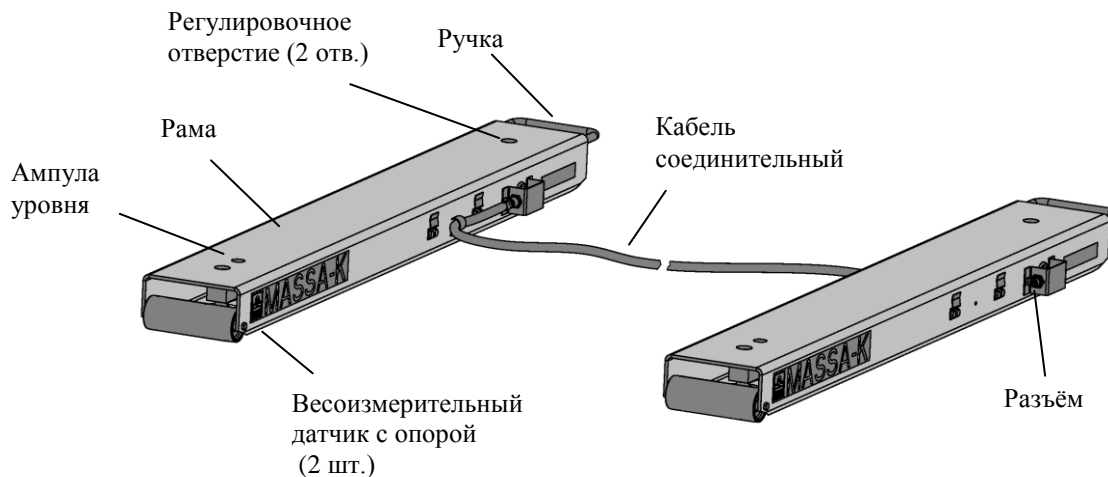

Рис. 7.1 - Модуль взвешивающий 4D-B_
7.1.1 Модуль состоит из двух однотипных рам с весоизмерительными датчиками (Рис. 7.1).
7.2.1 Распакуйте модуль. Выньте заглушки из регулировочных отверстий (Рис. 7.1).
7.2.7 Подключите к рамам соединительный кабель (Рис. 7.1).